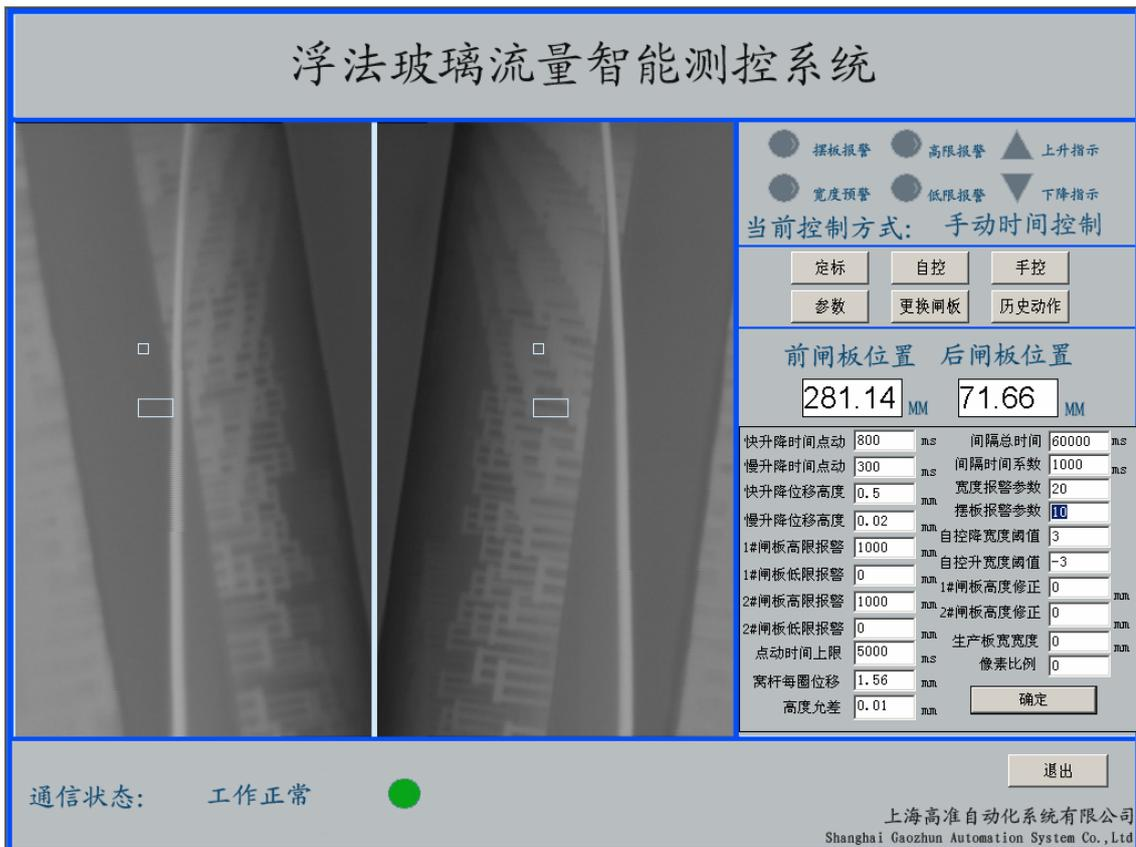

图7 参数界面
5.3、当用鼠标左键单击“参数”按钮以后，进入参数设置界面，如图7所示：